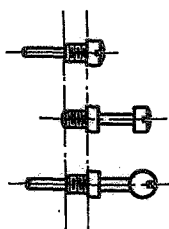

Bild 2.
3. B Nr 110 758 zur Betätigung beider Stromkreise (Bild 2).